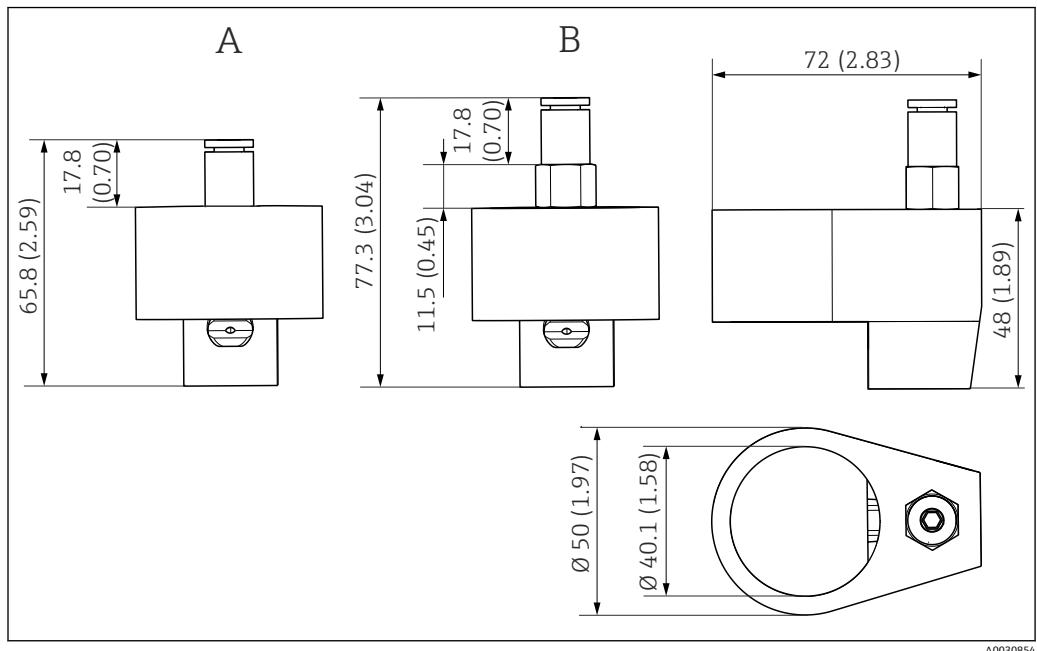

図 9 圧縮空気洗浄。単位 : mm (in)
- ダブルセンサシステム（2つの光源と各光源につき2つの受光部）は、付着によって引き起こされる測定誤差を補償します（4ビームパルス光方式→図9）。